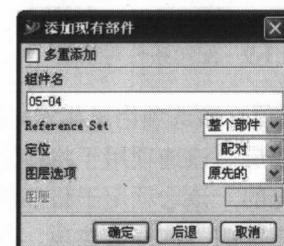

图 1-8 设置“添加现有部件”对话框
- 03** 在该对话框中，一种是通过【选择部件文件】选项，从硬盘上调出已经创建的文件模型；另一种是通过在部件列表框中选择当前工作环境中存在的组件。选择好部件以后，单击【确定】按钮，系统弹出如图 1-8 所示对话框。